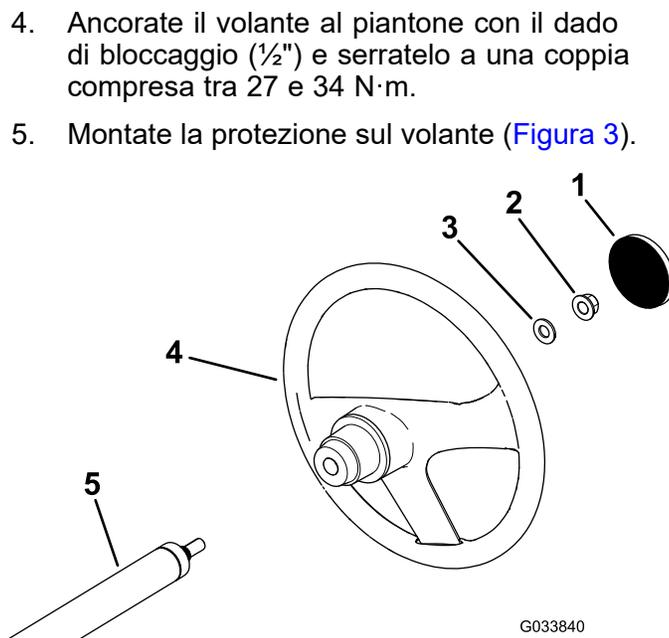

Figura 3
1. Togliete la protezione, se installata, dal mozzo del volante (Figura 3).
2. Togliete il dado di bloccaggio (1/2") dal piantone dello sterzo (Figura 3).
3. Fate scorrere il volante e la rondella (1/2") sul piantone (Figura 3).